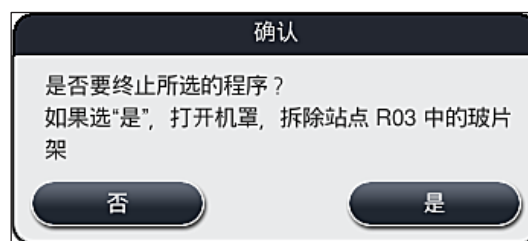

图 93
5. 在随后出现的信息消息 (→“图 93”) 中, 通过**是**按钮确认程序终止, 或通过**否**返回到进程状态显示。
必须遵循消息 (→“图 93”) 中的信息。